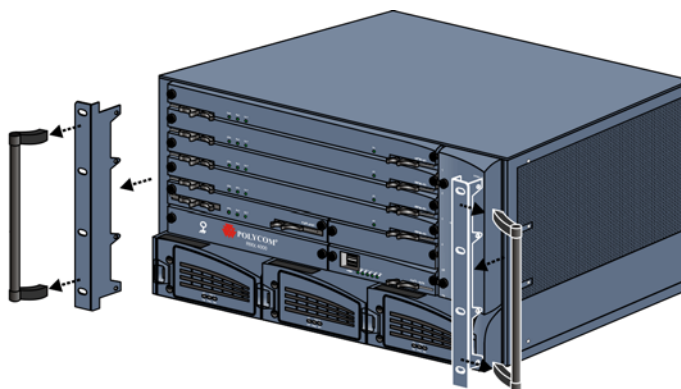

図 1-4 19 インチラックと 23 インチブラケットの取り外し
- 1 RMX 4000 を 23 インチラックに取り付けるには、まずハンドルと 19 インチブラケットを MCU から取り外す必要があります。図 1-4 を参照してください。